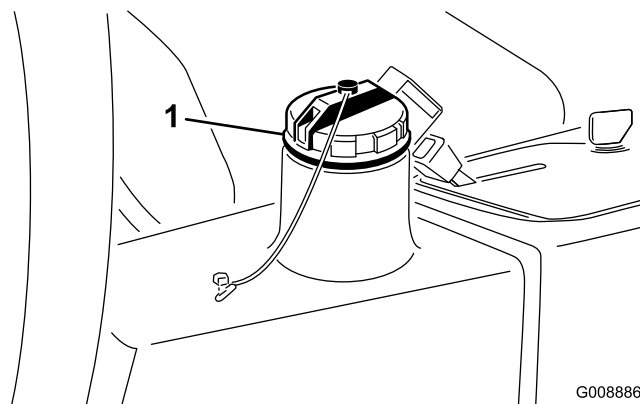

Figura 29
2. Limpe a zona em redor do tubo de enchimento e da tampa do depósito hidráulico (Figura 29). Retire a tampa.